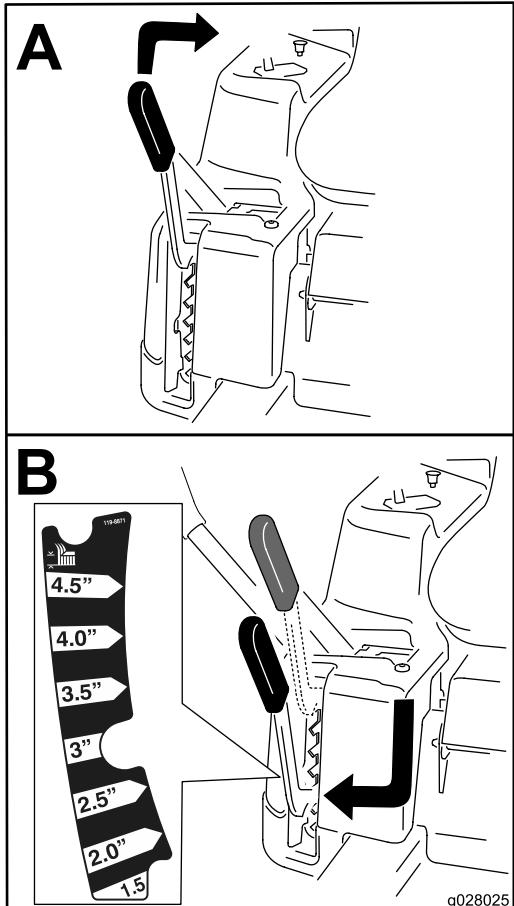

Figure 18
**Remarque:** La position de transport est la position de hauteur de coupe la plus élevée (115 mm [4,5 po]), comme montré à la Figure 18.